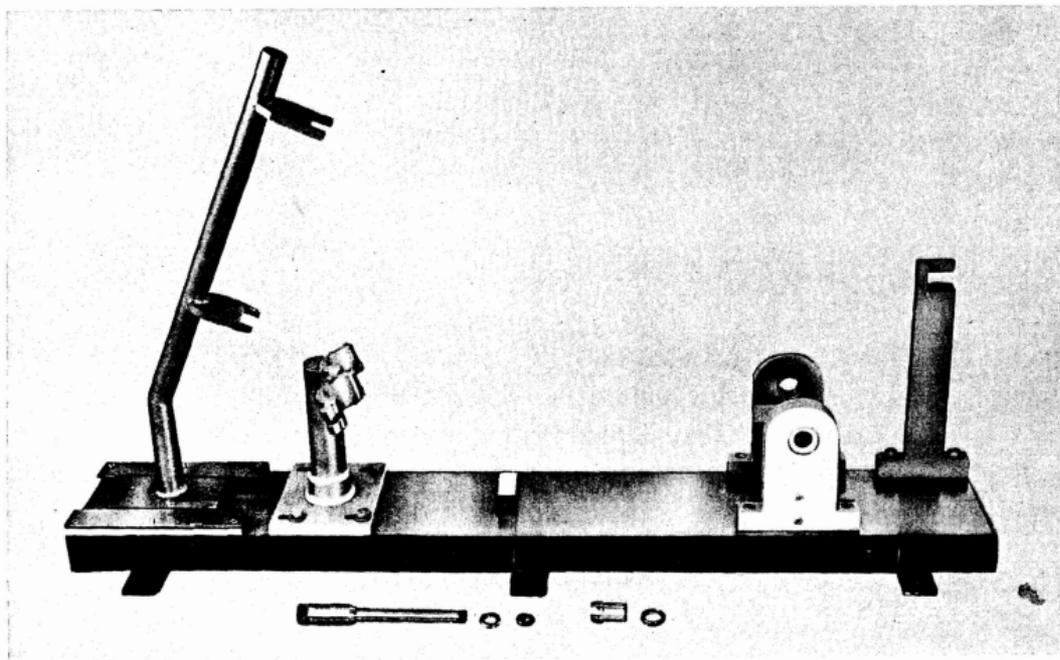

Fig. 61
**b) ENDEREZADO DE LA PARTE ANTERIOR DEL BASTIDOR** (herramienta n.º ML.1230. Fig. 61).